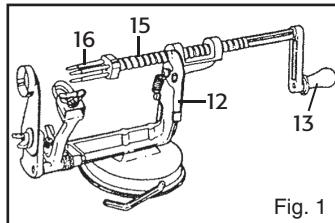

Fig. 1
1. Frigjør akselen (15) ved å trykke inn låsehaken (12). Dra den så ut en liten bit.
2. Hold et godt grep i akselen og fest sveivhåndtaket ved å skru det fast på akselen. Fest deretter epleholderen på samme måte. Eplestrimleren bør nå se ut som på fig. 1.